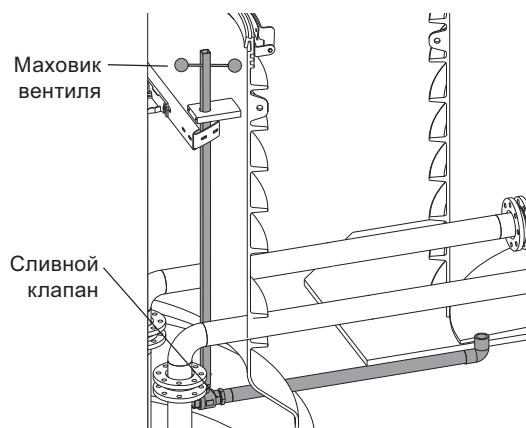

Рис. 24. Сливной клапан
1. Откройте сливной клапан камеры переключений при помощи маховика, расположенного в канализационной станции, для опорожнения отстойника камеры переключений (см. рис. 24).
7. Закройте сливной клапан в канализационном резервуаре (см. рис. 24).